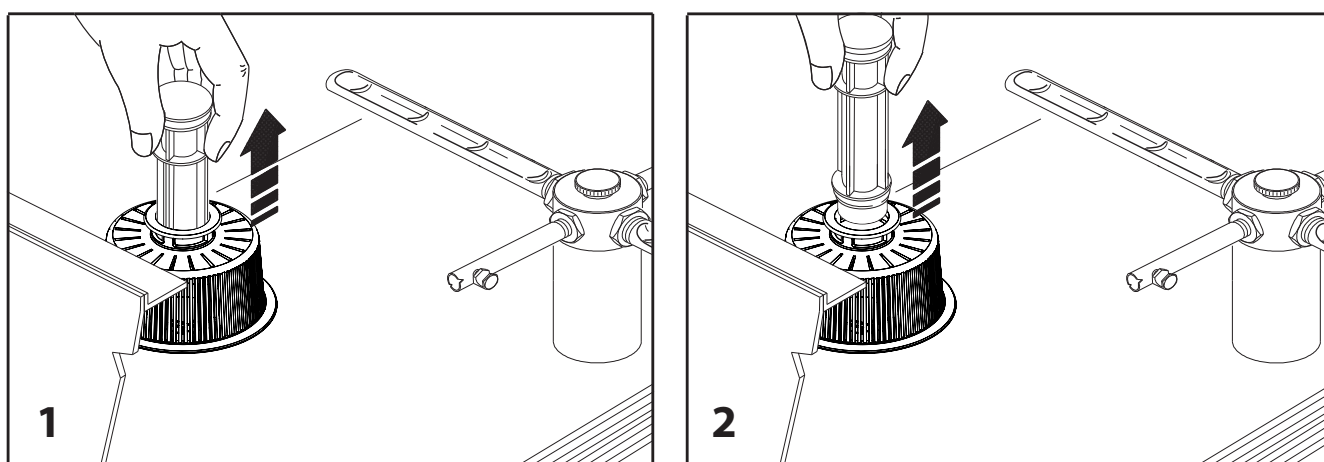

Fig. 16
2. quite el tubo de demasiado lleno (fig. 16)